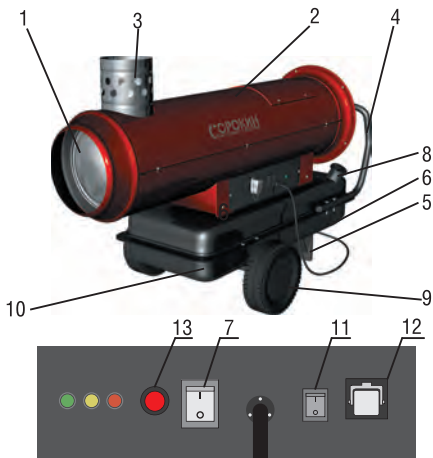

Рисунок 1. Устройство изделия на примере 32.255
1. Вставьте ось в подставку 5 (рис.1). На каждый конец оси наденьте прокладку колеса, а затем плоскую шайбу.
6. Совместите отверстия крепления ручки 4 (рис.1) с отверстиями для крепления в топливном баке 10 (рис. 1). Пропустите болты через отверстия ручки — отверстия крепления топливного бака — отверстия подставки и наживите на них гайки. Установив все болты, туго затяните все гайки ключом.
3. Для заправки необходимо снять крышку топливного бака 8 (рис. 1), под которой располагается топливный фильтр.
- переведите выключатель 7 (рис.1) в положение «Вкл».
- нажмите кнопку пуска 11 (рис. 1).